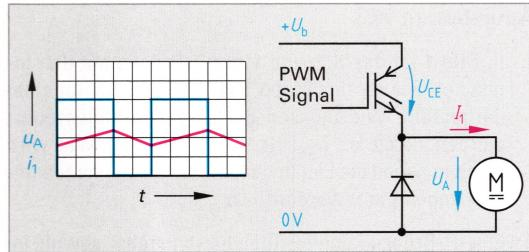

Bild 1: Schematische Darstellung Gleichstromsteller für Ein-Quadranten-Betrieb, Spannungsverlauf, Stromverlauf
- Die Betriebsspannung des Spannungsstellers (**Bild 1**) beträgt $U_b = 24$ V. Am Transistor fällt $U_{CE} = 0,3$ V ab. Die Taktfrequenz beträgt $f = 4$ kHz. a) Die Ankerspannung soll $U_A = 10$ V betragen. Ermitteln Sie den Tastgrad g sowie T , t_i und t_p . b) Der Tastgrad beträgt $g = 0,7$. Bestimmen Sie t_i , t_p und U_A . c) Die Impulszeit beträgt $t = 20$ μ s. Berechnen Sie g , t_p und U_A .